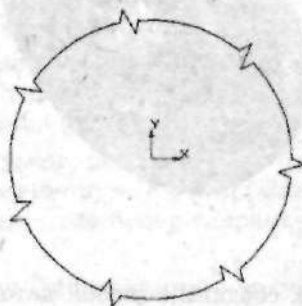

Рис. 2.30. Так выглядит окружность, построенная с использованием типа линий *Сплошная тонкая с изломами*
7. Выберите нужный тип линии, например, *Сплошная тонкая с изломами*, и щелкните по кнопке **Выбрать**. Результат применения данного стиля показан на рис. 2.30.